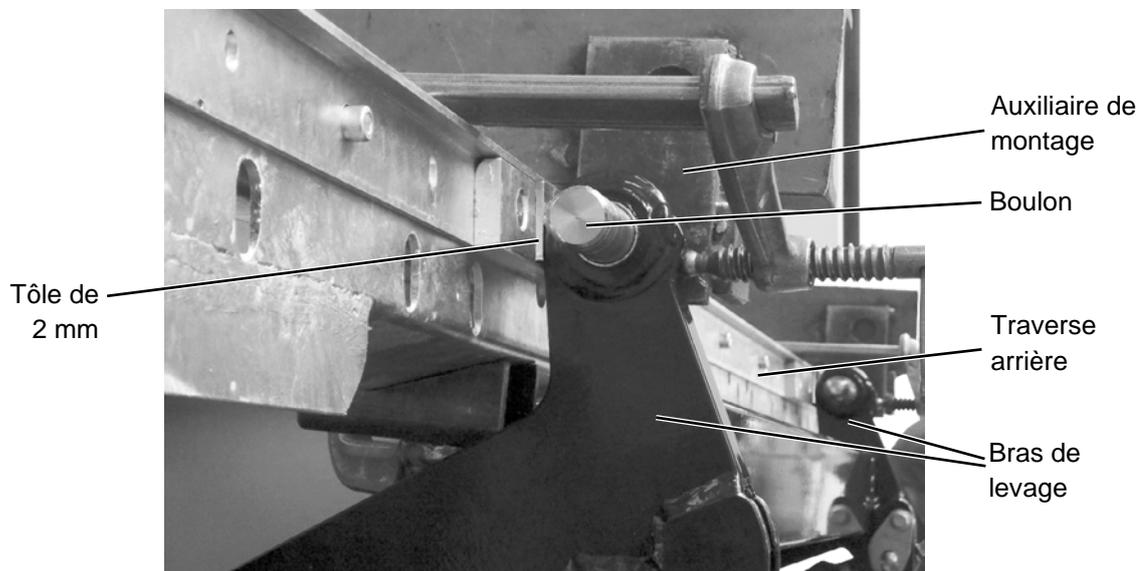

Figure 16 : Plaques d'écartement de 2 mm lors du montage d'une plate-forme à revêtement
- Placez des tôles de 2 mm entre les bras de levage du cadre de torsion et la caisse en tant qu'écarteur (voir Figure 16).
- ▶ Retirez les boulons entre les bras de levage et les auxiliaires de montage (voir Figure 16, à la page 37).